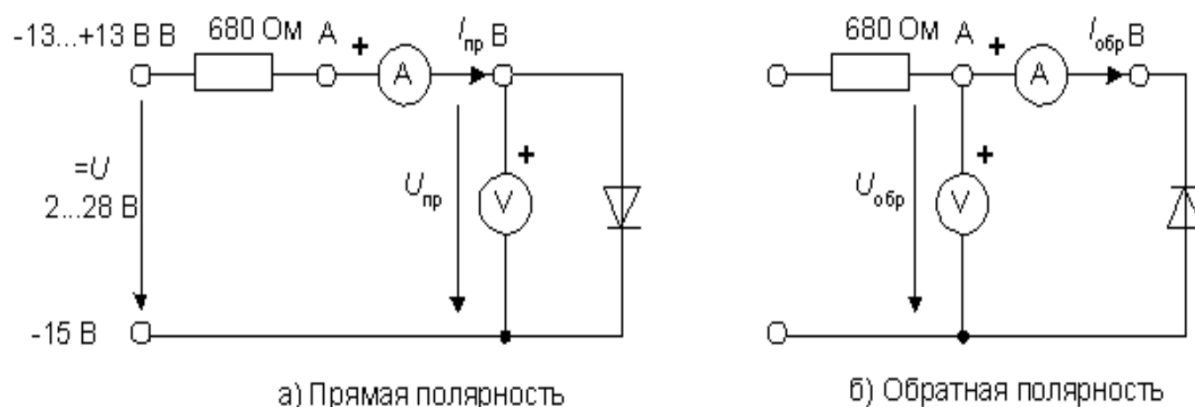

Рис. 3. Схема принципиальная, для выполнения эксперимента ВАХ
1. Соберите цепь (рис. 3, а) для снятия прямой ветви вольт-амперной характеристики диодов. Обратите внимание, что вольтметр этой схеме подключен к точке «В» (после амперметра) и на его показания не влияет падение напряжения на амперметре, которое соизмеримо с прямым падением напряжения на диоде. В то же время ток через вольтметр несоизмеримо мал с прямым током диода и не вносит заметной погрешности в показания амперметра. Величина напряжения питания и балансное сопротивление по варианту из Приложения 1.
2. Устанавливая (изменяя) величину напряжения питания (DC-power), снимите прямую ветвь вольт-амперной характеристики диода по схеме (рис.3, а), затем, тоже самое для схемы (рис.3, б). Результаты занести в табл. 1.
рис.3а	Uпр, В
рис.3б	Uобр, В
3. Соберите схему (рис. 3, б) для снятия обратной ветви вольт-амперных характеристик, переключив вольтметр в точку А (до амперметра) и перевернув диод в обратном направлении. В этой схеме через амперметр не протекает ток вольтметра, который теперь соизмерим и даже больше обратного тока через диод. В то же время падение напряжения на амперметре ничтожно мало по сравнению с обратным напряжением на диоде. Результаты занести в табл. 1.
4. Устанавливая (изменяя) величину напряжения питания (DC-power), снимите прямую ветвь вольт-амперной характеристики диода по схеме (рис.3, б). Результаты занести в табл. 1. Постройте графики для схем (рис.3, а) и для схемы (рис.3, б).